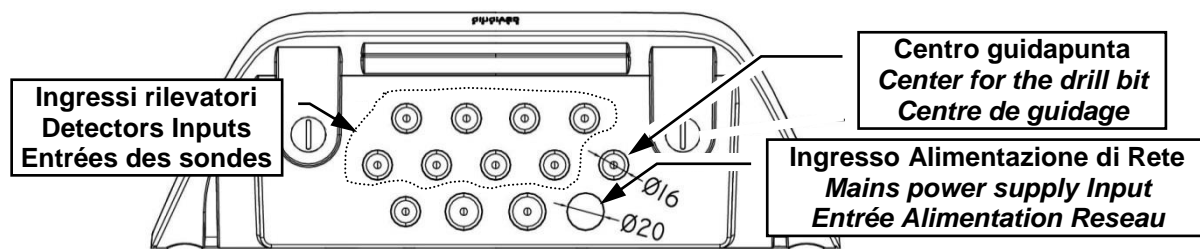
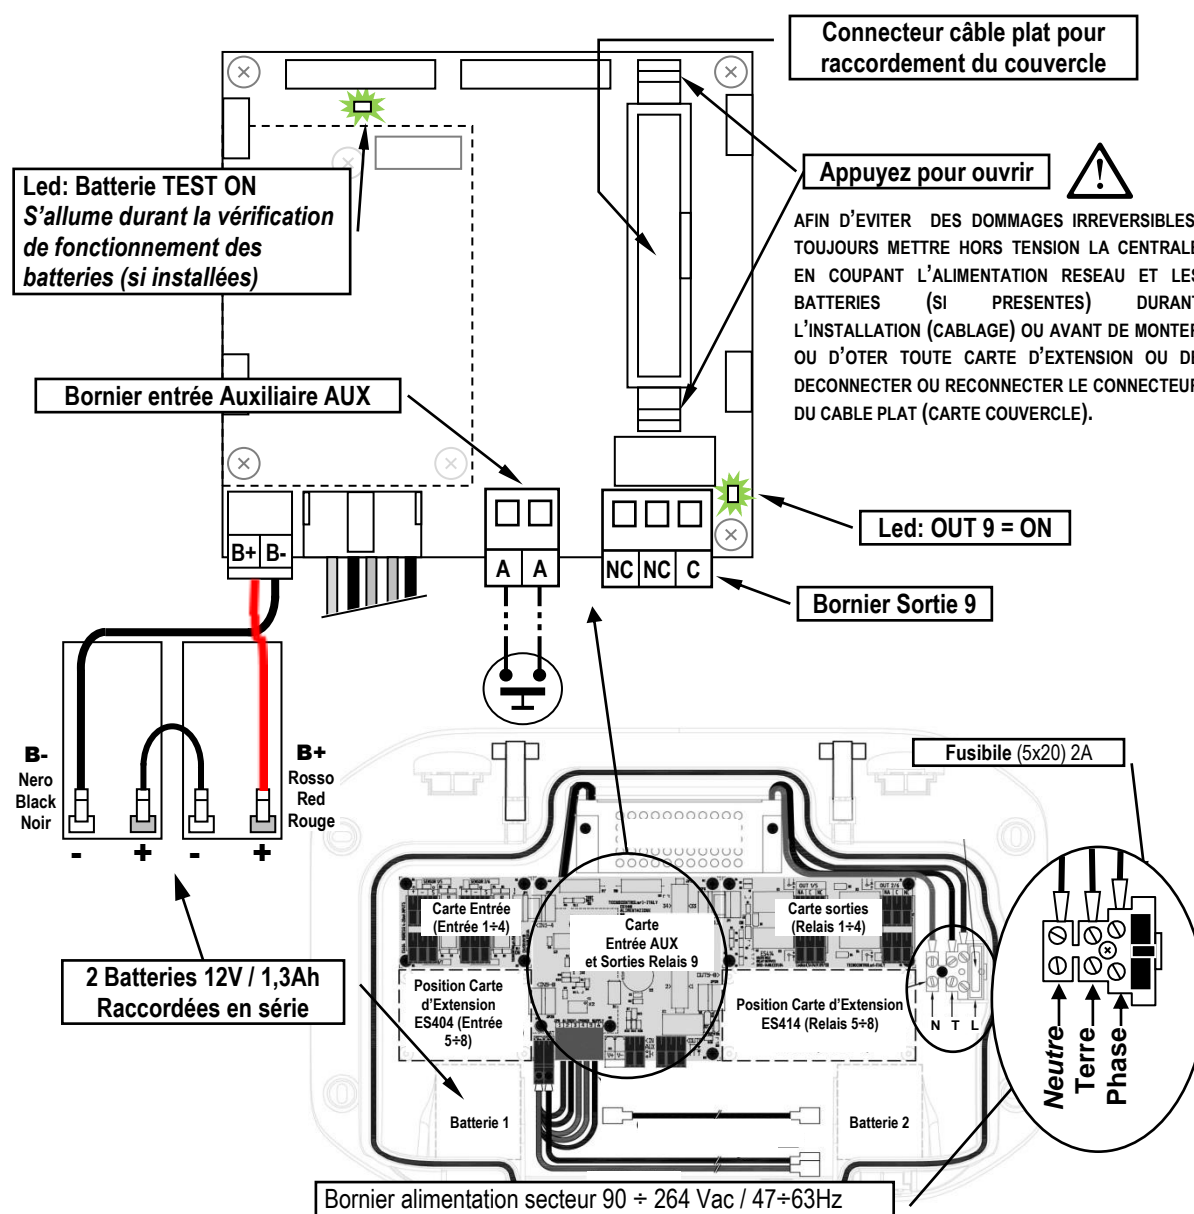

Fig.4 - Entrées pour presse-étoupes
Fig 5 – CE408P Raccordement alimentation, batterie, entrée AUX et sortie 9.
Les détails des raccordements au secteur, aux deux batteries, à l'entrée AUX et à la sortie relais R9 sont illustrés en Fig. 4. Cependant que les détails des raccordements aux sondes et aux autres sorties sont illustrés en Fig. 5.
**BATTERIES:** Pour secourir la Centrale en absence du secteur, on peut installer à l'intérieur de la centrale, **deux batteries Pb 12V/1,3Ah** raccordées en série (Fig.5). L'autonomie dépend du nombre de détecteurs alimentés par la Centrale.
**Le raccordement des sorties internes (Relais 1÷9)** s'effectue sur les cartes montées dans la base à droite. La sortie relais 9 est positionnée sur la carte centrale, voir Fig.5. Le pouvoir de coupure des contacts est de **2A (résistifs)** sous **230Vac** ou **30Vcc**.